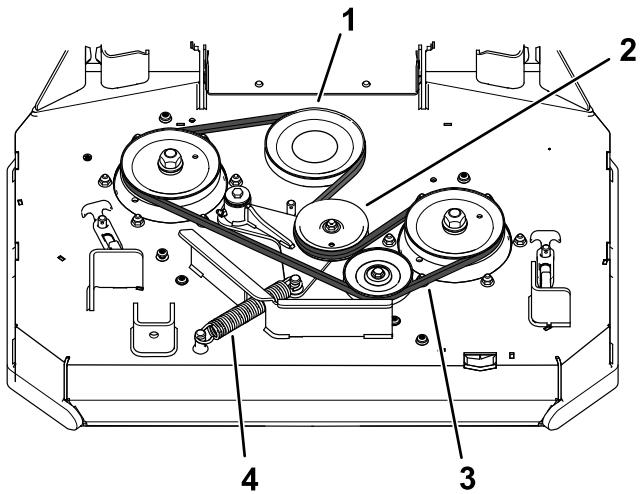

Figura 61
4. Desenganche el muelle de la clavija del brazo de la polea tensora (Figura 61).
5. Retire la correa usada del cortacésped (Figura 61).
6. Instale la correa nueva del cortacésped alrededor de la polea del embrague, las poleas de la carcasa y la polea tensora (Figura 61).
7. Enganche el muelle en la clavija del brazo de la polea tensora (Figura 61).